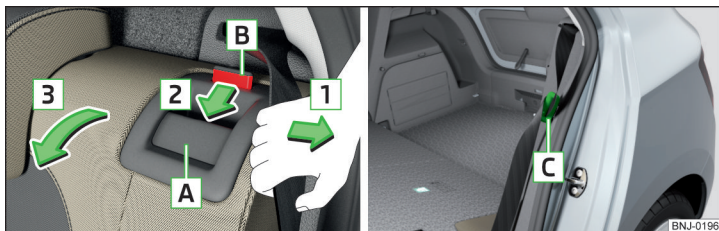

Abb. 74 Sitzlehne vorklappen / Bereitschaftsstellung des Sicherheitsgurts
- Den äußeren Sicherheitsgurt zur Seitenverkleidung in Pfeilrichtung **1** ziehen » Abb. 74.
Die Schlosszunge des äußeren Sicherheitsgurts **C** kann in die Seitenverkleidung eingesteckt werden - Bereitschaftsstellung » Abb. 74.